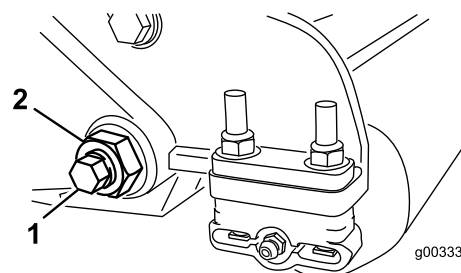
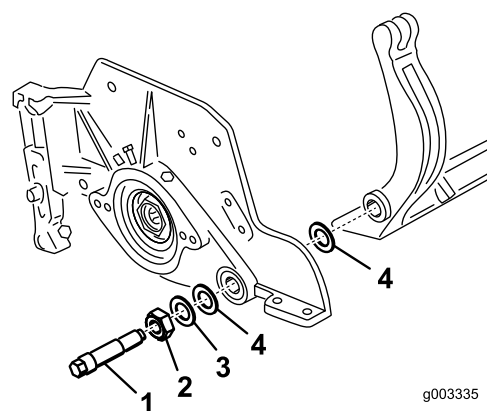

Рисунок 29
Рисунок 30
3. С каждой стороны машины ослабьте контргайку, крепящую болт планки неподвижного ножа (Рисунок 29).
4. Удалите болты планки неподвижного ножа, потяните планку вниз и отсоедините ее от машинного болта (Рисунок 29). Учтите, что с каждой стороны планки расположены 2 нейлоновых и 1 штампованная стальная шайба (Рисунок 30).
2. Прикрепите планку неподвижного ножа к боковым пластинам с помощью болтов планки неподвижного ножа (гаек на болтах) и 6 шайб. Нейлоновые шайбы должны располагаться с каждой стороны выступа боковой пластины. На нейлоновые шайбы установите стальные шайбы (Рисунок 30). Затяните болты планки с моментом 27–36 Н•м.